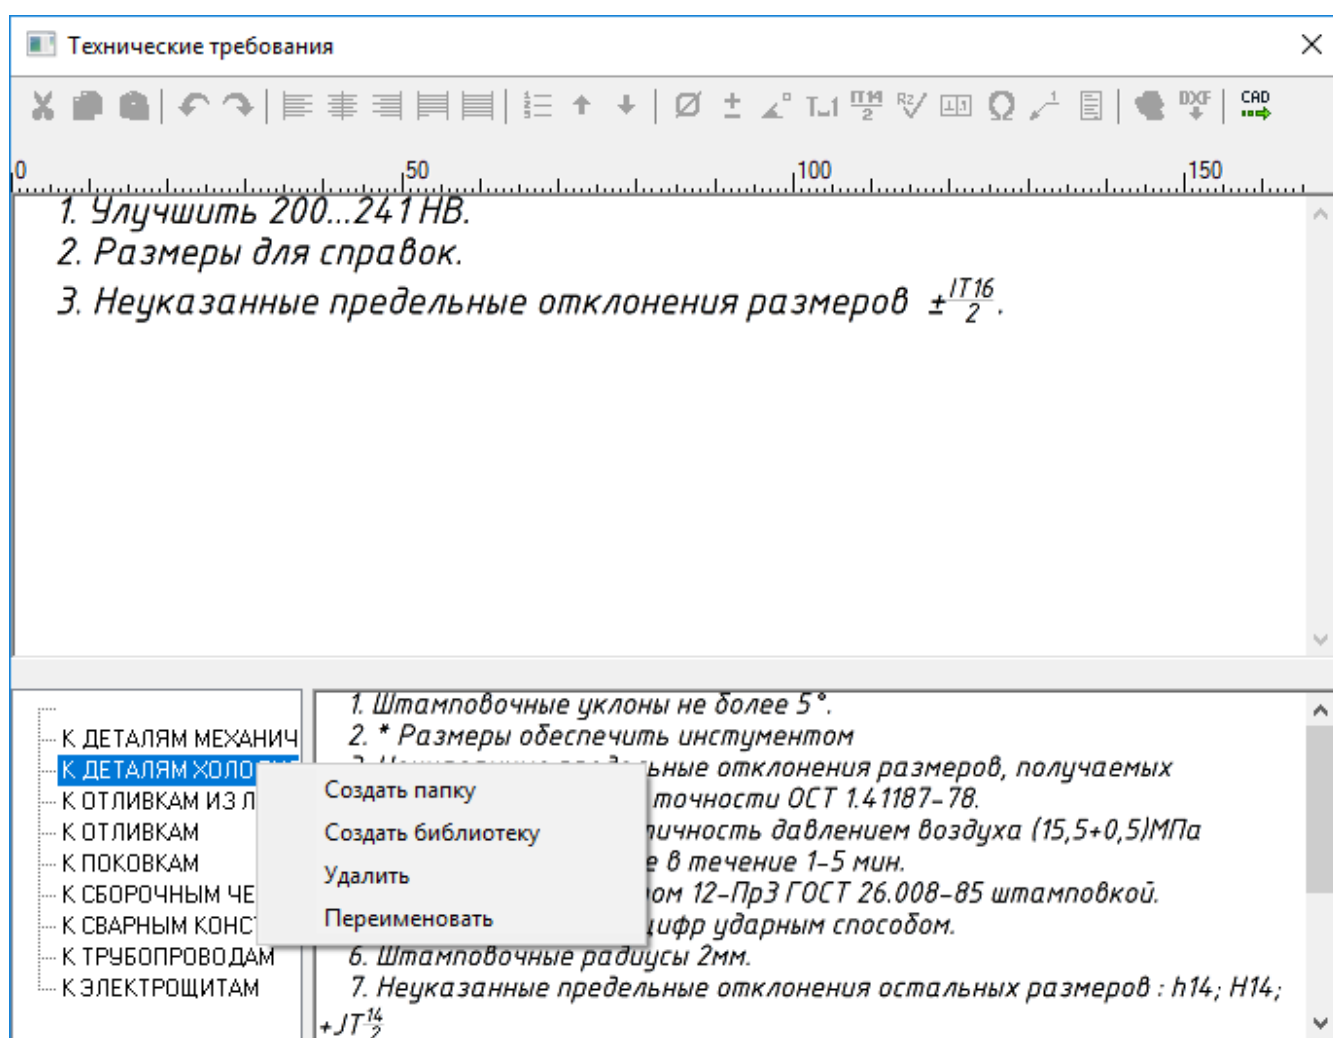

Рисунок 6-19
- Для вызова команды необходимо установить курсор в требуемое место дерева и вызвать контекстно-зависимое меню нажатием правой клавиши мыши (Рисунок 6-19). Далее выполнить команду Создать библиотеку. По умолчанию созданная библиотека будет иметь имя «Новая библиотека». Для изменения имени установите курсор на элемент дерева «Новая библиотека» и с помощью команды контекстно-зависимого меню Переименовать определить требуемое имя библиотеки.